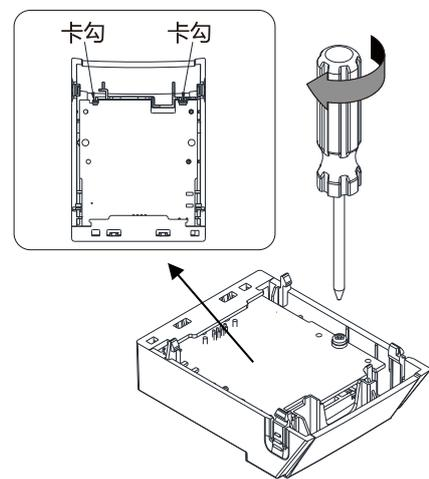

图 8-16
3. 由背面确认两个卡勾已确实卡住配件卡后，锁上螺丝（螺丝扭力建议值：4~6 kg-cm [3.5~5.2 lb-in.] [0.39~0.59 Nm]），如图 8-16 所示。